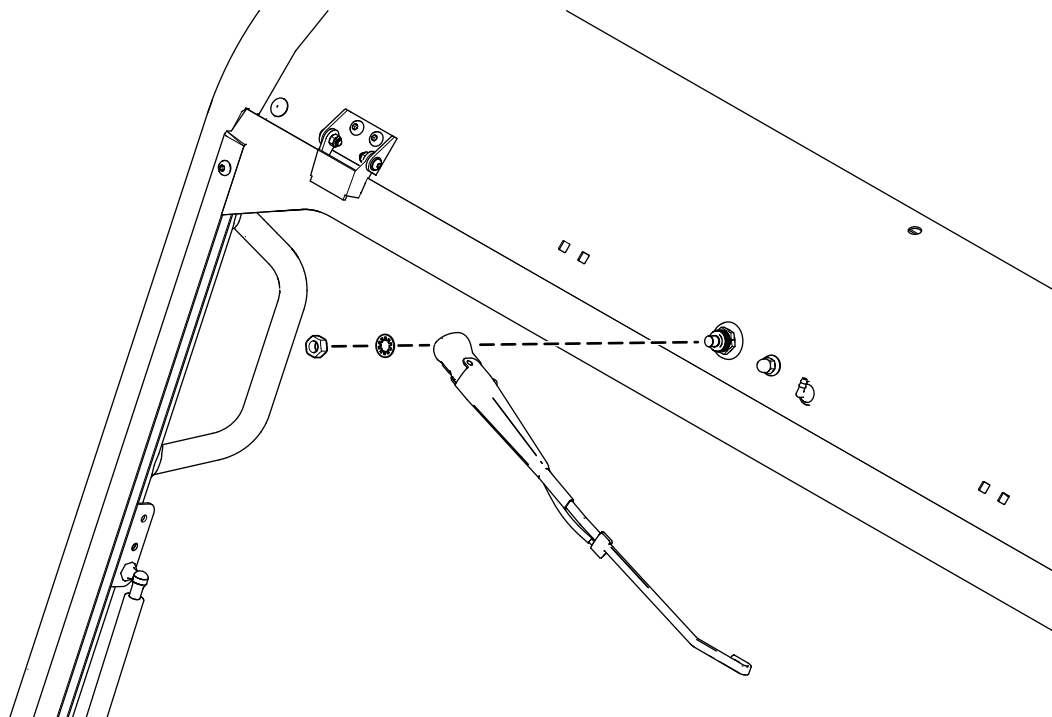

Figura 10
3. Mientras sostiene el extremo del brazo del limpiaparabrisas con un trapo, monte el brazo del limpiaparabrisas al motor con la tuerca y la arandela de freno del conjunto del motor (Figura 10).